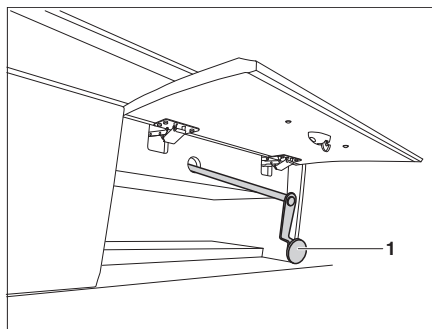

Fig. 165 Mando de emergencia de la cama elevada eléctrica
- Durante un corte de corriente, la cama elevada eléctrica también puede ser accionada con una manivela de emergencia (Fig. 165). Ésta se encuentra detrás de una trampilla del compartimento.